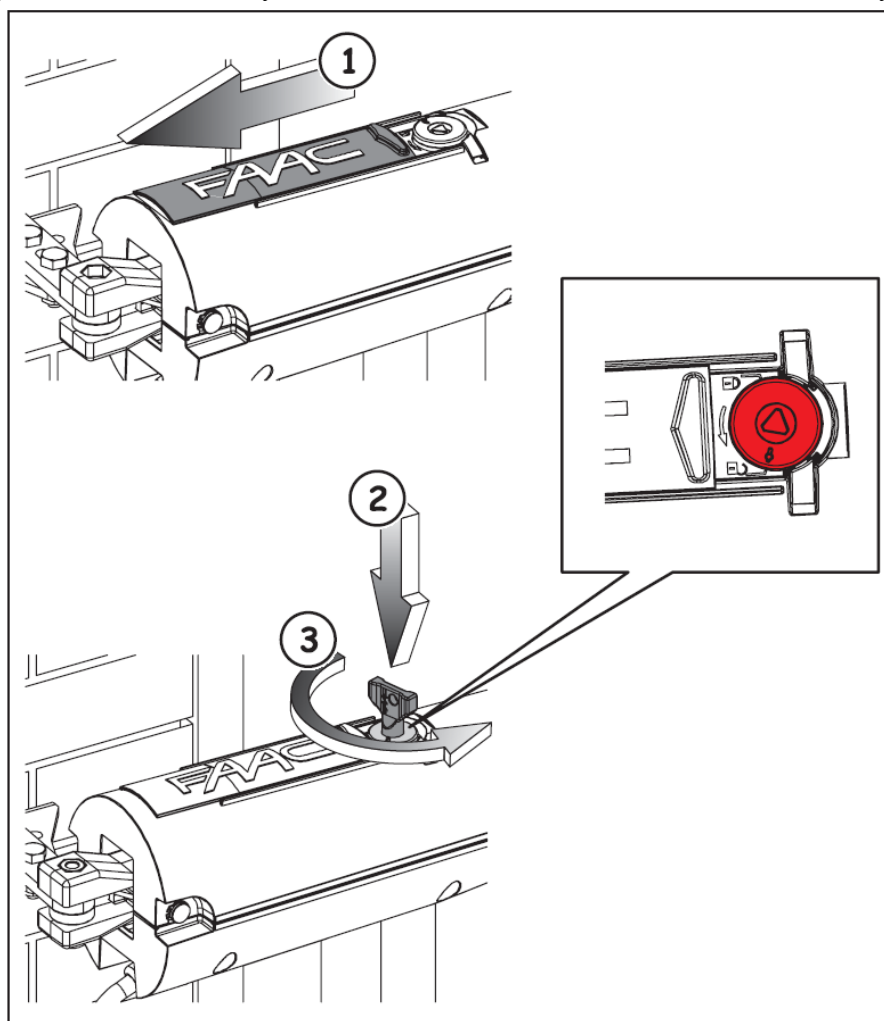

Рис. 23
2. Отодвинуть защитную крышку, рис. 23, № 1.
3. Вставить входящий в комплект ключ разблокировки, рис. 23, № 2, и повернуть его против часовой стрелки до упора, рис. 23, № 3. Положение разъединения обозначается открытым замком.